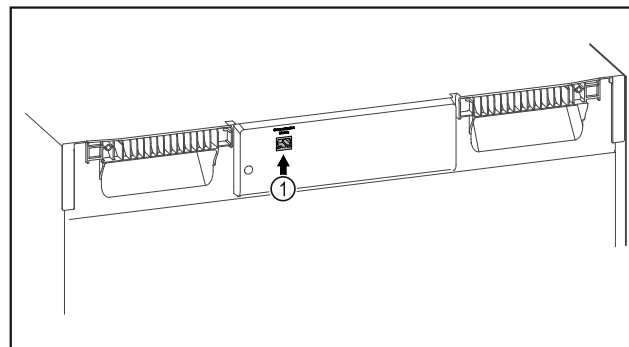

Fig. 140
- ☐ SmartModule Fig. 140 (1) er installert.